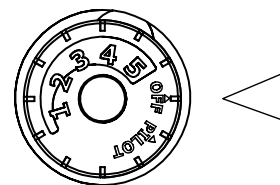

Fig. 15 - Perilla de control
3. Gire la perilla de control hacia la derecha  a la posición "OFF" (Ver Fig. 15).
4. Espere cinco (5) minutos para que se vacíe todo el gas. Luego huela en busca de gas, incluyendo cerca del piso. Si huele gas, ¡ALTO! Siga "B" en la información de seguridad a la izquierda de esta etiqueta. Si no huele a gas, vaya al siguiente paso.